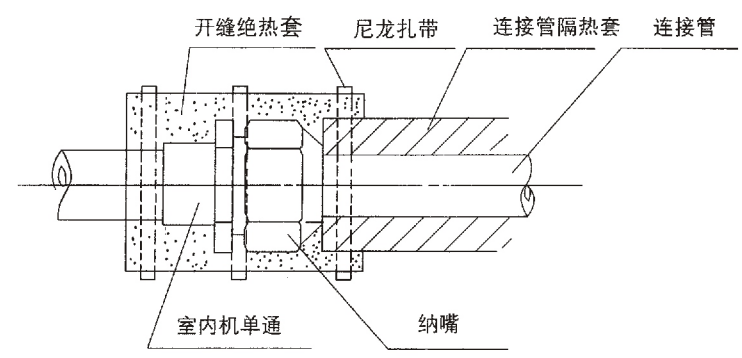

图 8
- 管道安装后用绝热套(PE)包住所有扩口管连接部分,如图 8。